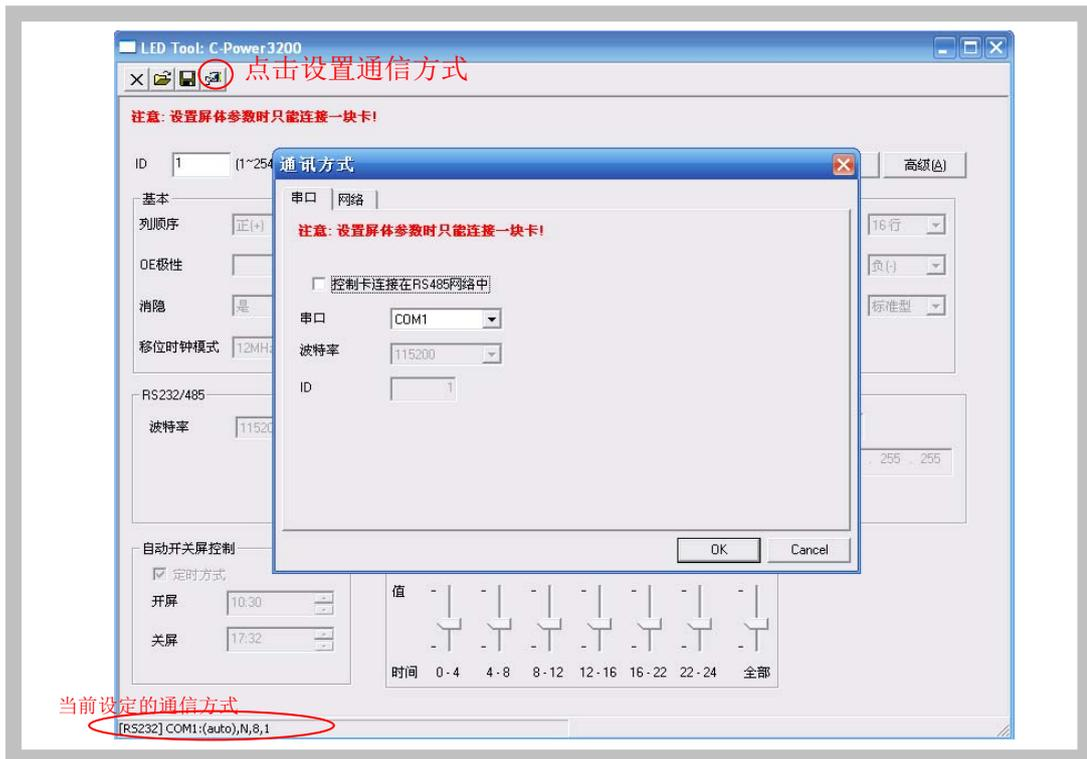

图7 LedTool通信方式选择串口
- 如果使用串口进行设置，则在弹出的“通信方式”对话框的“串口”页面选择计算机的COM口（如图7所示），LedTool将自动调整波特率与控制卡连接。